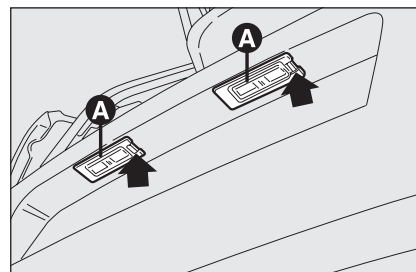

fig. 24
- agire nel punto indicato dalla freccia e rimuovere il gruppo trasparente **A**-fig. 24;